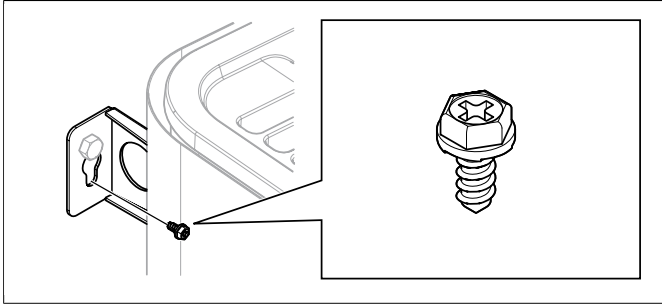

Fig 11: Vis de fixation du support
10. Immobiliser le poêle au moyen de la vis de fixation se **Fig 11**, page 5.